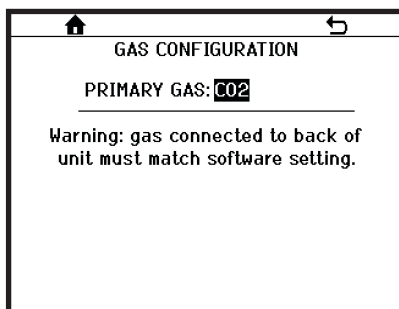

Figure 7.17
- **CONFIGURATION DU GAZ** : Utilisé pour afficher et, en fonction du modèle de distributeur, sélectionner le gaz qui sera utilisé dans le distributeur (Figures 7.17, 7.18 et 7.19).
- Pour les distributeurs standard sans fonctionnalité multi-gaz ou multi-boissons (**Figure 7.17**), il s'agit du gaz (CO2 ou NITROGEN); déterminé par la configuration du distributeur) qui est injecté dans les fûts et qui fait fonctionner la pompe à eau et le système de charge active.